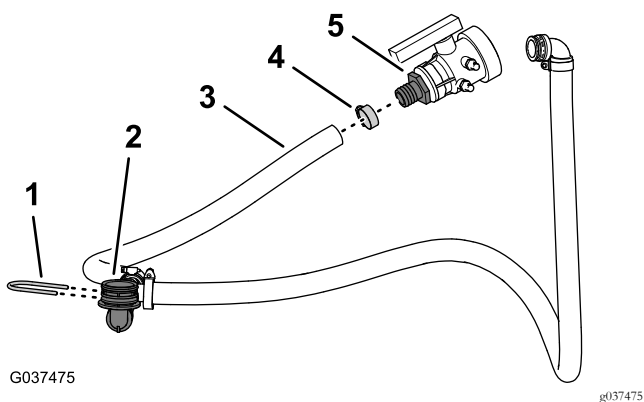

图31
6. 取下将排水阀的宝塔接头固定至排水软管的软管夹然后从软管上取下接头 图31。